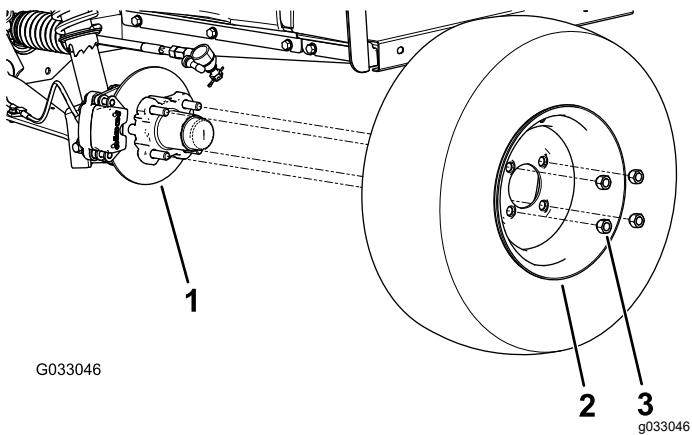

Figure 29
2. Retirez les 4 écrous qui fixent la roue sur le moyeu (Figure 29).
4. Alignez les trous de la roue et les goujons du moyeu, puis montez la roue sur le moyeu en plaçant la valve à l'extérieur (Figure 29).
5. Fixez la roue au moyeu avec les écrous de roue (Figure 29).